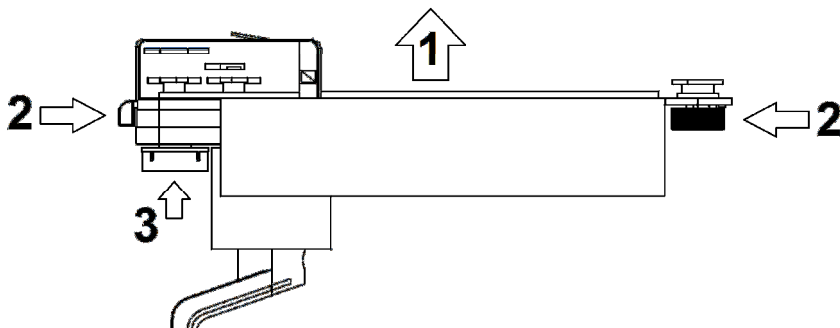

Abb.01
- Der Schienenadapter muss nach der Installation verriegelt sein (Abbildung 01, Schritt 2).